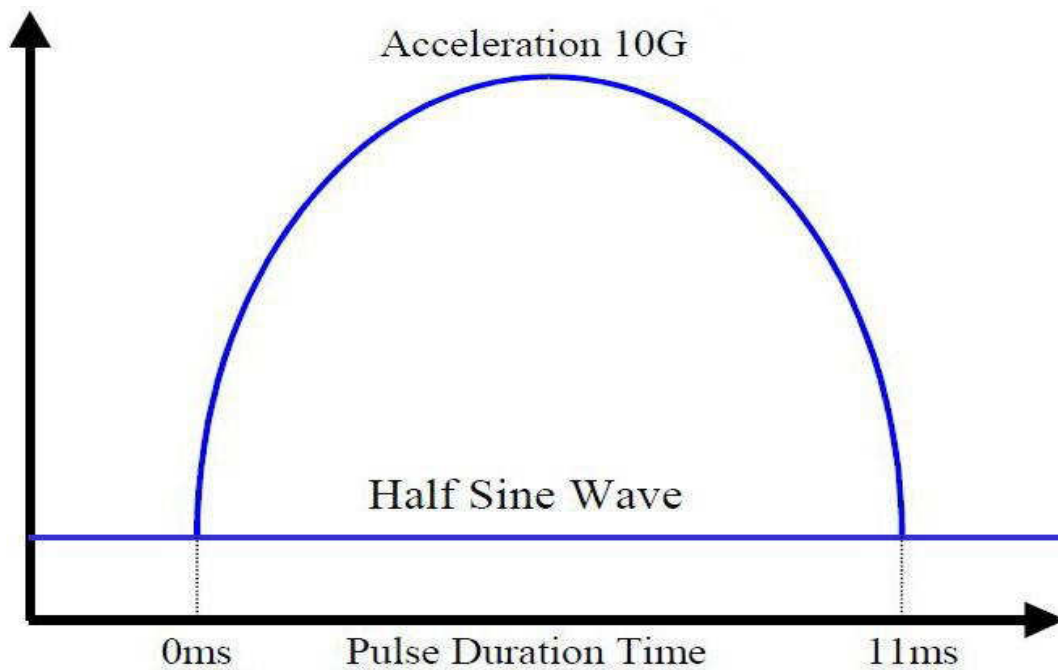

Figure 1.08.1.01 Shock test curve
8. Test Environment Curve Figure 1.08.1.01